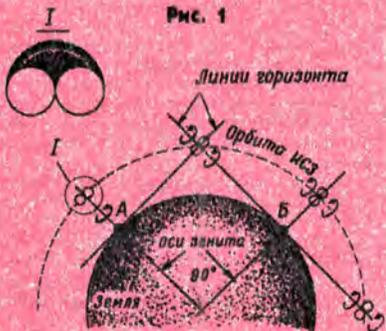

Рис. 2
2. Собственная ось вращения ИСЗ совпадает с осью диполя и лежит в плоскости орбиты спутника (рис. 2). При пролете ИСЗ через зону радиовидимости антенна плавно поворачивается относительно земного наблюдателя. При этом на подспутниковой трассе в каждом географическом пункте минимум сигнала будет наблюдаться в определенное время, например, в точке А — когда ИСЗ в зените, в точке Б — на горизонте.